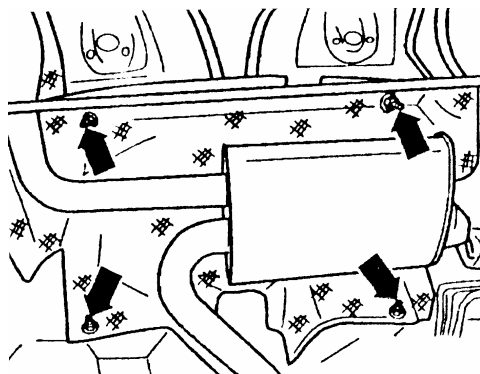

图 13-50 拆开消音器隔热板
(5) 如图 13-50 所示，松开后消音器处的隔热板并将其推向一旁。